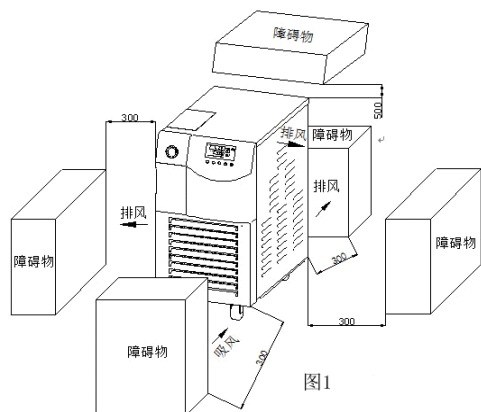

图1
1. 机组四周和上部应留出足够的空间（30 厘米范围内不能堆放障碍物及杂物），以利于通风和设备维修（图 1）；